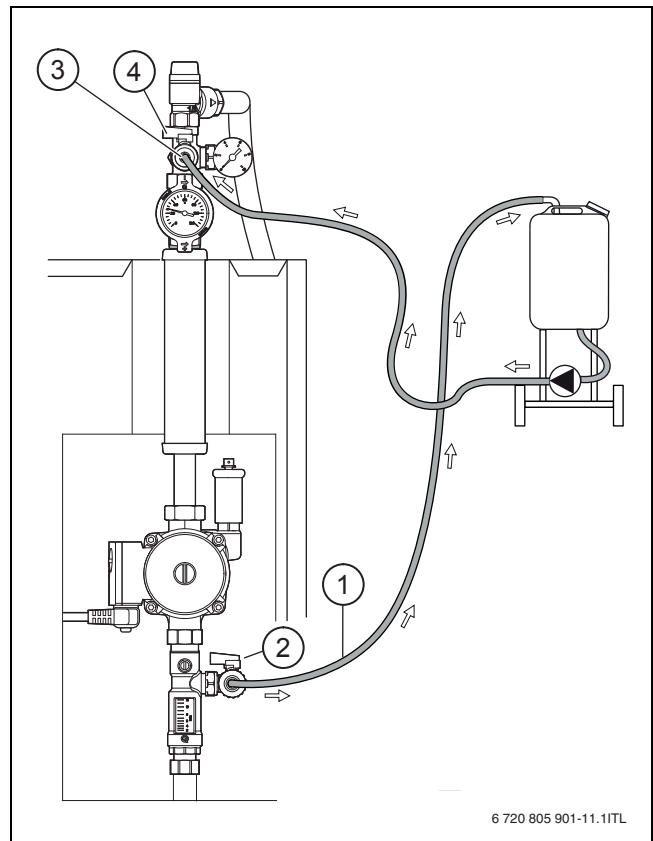

Fig. 19
- Cerrar la llave de paso inferior (→ fig. 19, [2] pág. 16).
- Cuando se haya alcanzado la presión de servicio, cerrar la llave de paso superior (→ fig. 19, [4], pág. 16).